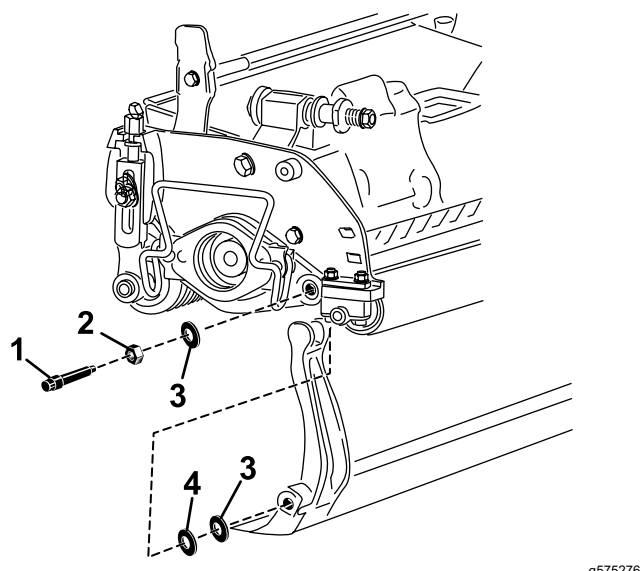

Figura 15
Guarde las 2 arandelas de nylon y la arandela de acero de cada extremo de la barra de asiento (Figura 15).
- 3. Coloque una arandela de nylon en cada lado del saliente de la placa lateral. Coloque una arandela de acero por fuera de cada arandela de nylon (Figura 15).